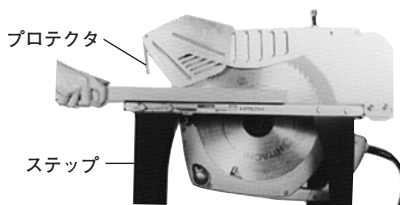

図 12
- 接触予防装置(保護カバー)の前にプロテクタ(図12)があります。のこ刃が回転しているときは、絶対に手などをプロテクタの中に入れてください。